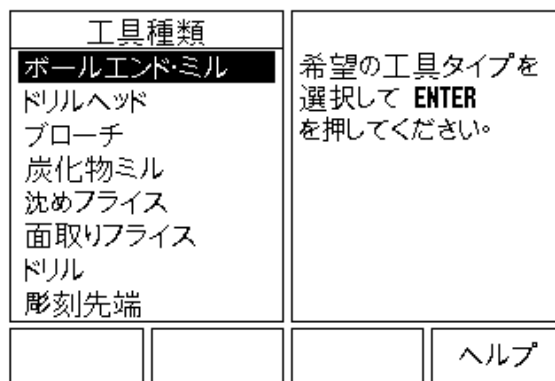

図 1.26 TOOL TYPE フィールド
▶ **TOOL TYPES** ソフトキーを押します。工具をリストから選択し、**Enter** を押します (図 1.26 を参照)。